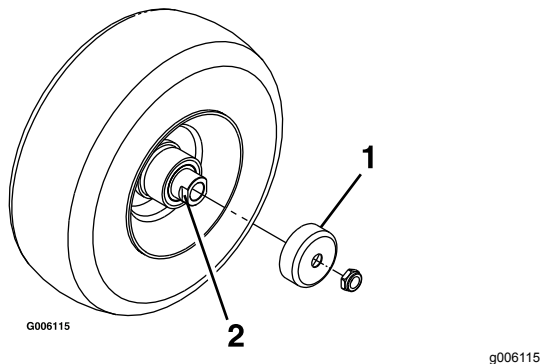

Figure 45
4. Déposez les protège-joints du moyeu de roue (Figure 45).